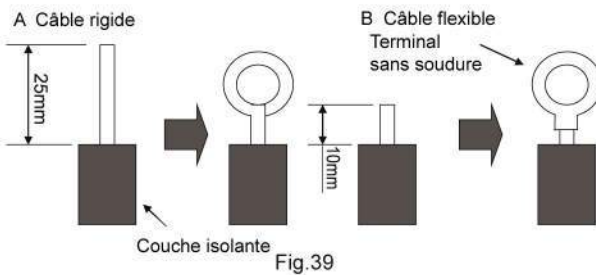

Fig.39
(1). Pour câble électrique rigide (Fig.39)
(2). Pour câble flexible (Fig.39)